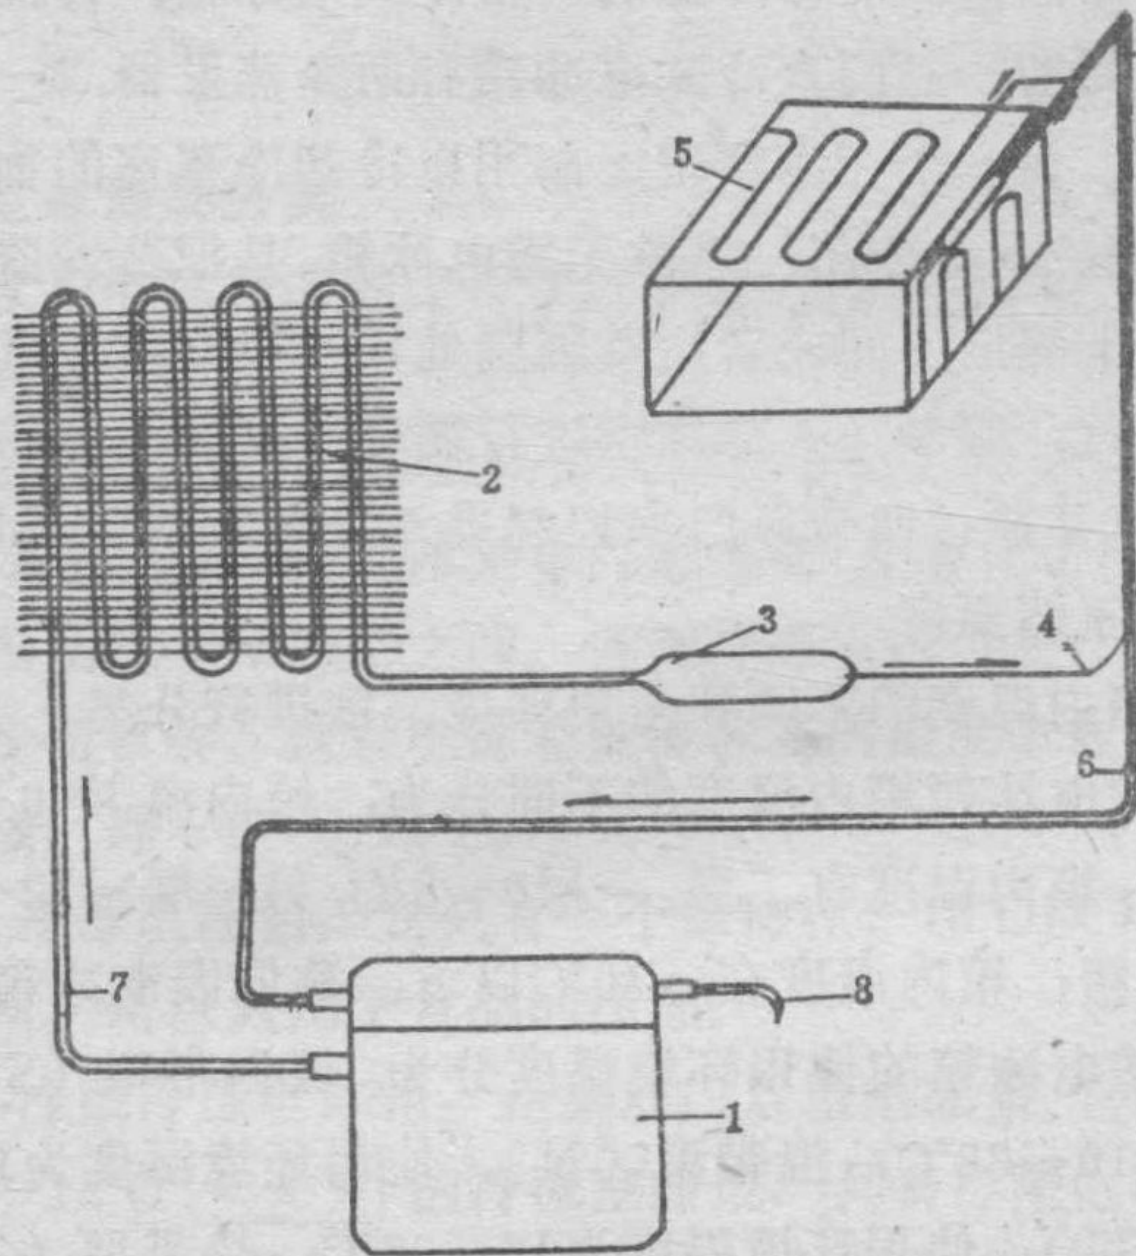

图1-1 全封闭蒸气压缩式电冰箱制冷系统示意图
(1) 全封闭蒸气压缩式电冰箱：如图 1-1 所示。是由压缩机、冷凝器、蒸发器、毛细管和低压管组成一个密闭的制冷系统；而压缩机则与电动机封闭在一个铁壳里；通过压缩机吸入从蒸发器来的低压蒸气，再排到冷凝器中去，所以称为全封闭蒸气压缩式电冰箱。它在理论和制造技术上是比较成熟的，使用寿命一般可达 $10\sim 15$ 年，而且耗电省，制冷和使用效果都比较理想。因此，它是目前国内外生产量最多，普及范围最广的电冰箱，并已逐步进入城乡家庭。本书将以它为重点，在以后各章节会详细介绍。